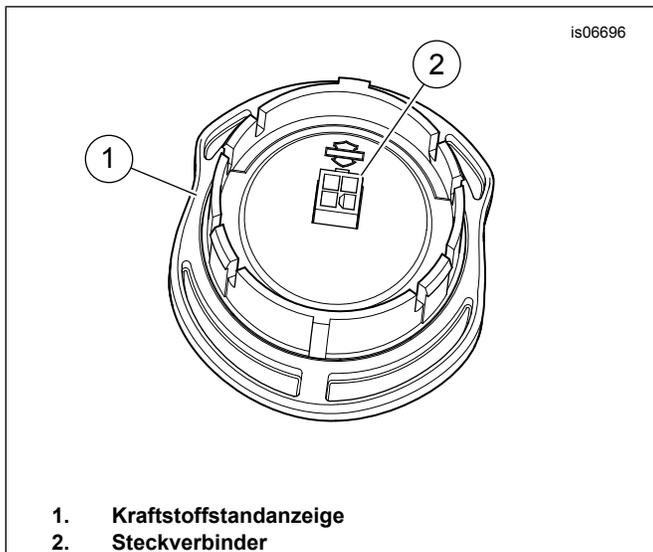

Abbildung 1. Kraftstoffstandanzeigen-Steckverbinder
1. Siehe Abbildung 1. Den Kabelbaumsteckverbinder an den Kraftstoffstandanzeigen-Steckverbinder (2) anschließen.